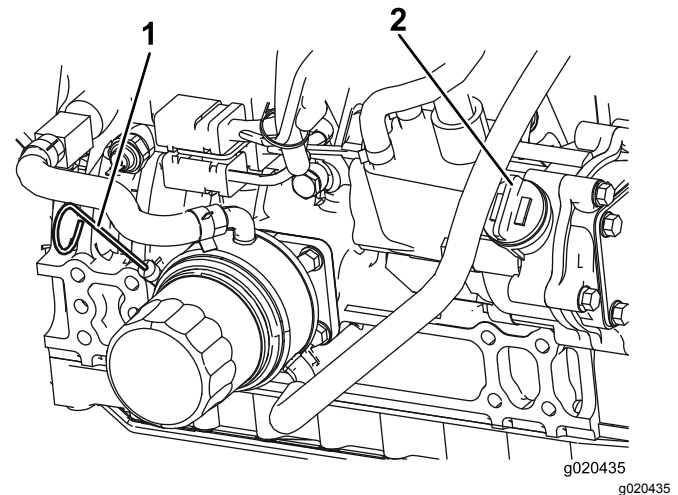

Figura 55
El nivel de aceite debe estar en el intervalo seguro (Figura 55).
4. Si el nivel de aceite está por debajo del intervalo seguro, retire el tapón de llenado (Figura 55) y añada aceite hasta que el nivel llegue a la marca FULL.